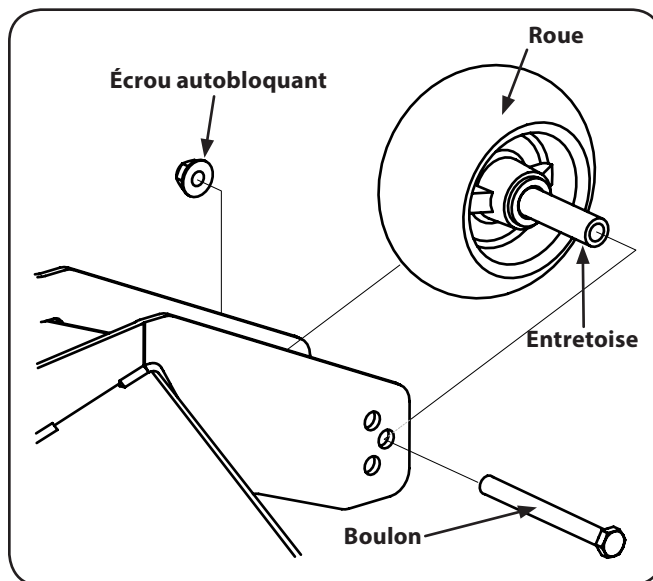

Figure 6-8
2. Retirez l'écrou autobloquant qui sert à retenir le boulon de la roue de jauge avant au plateau de coupe. Enlevez la roue de jauge, le boulon et l'entretoise. Voir Figure 6-8.